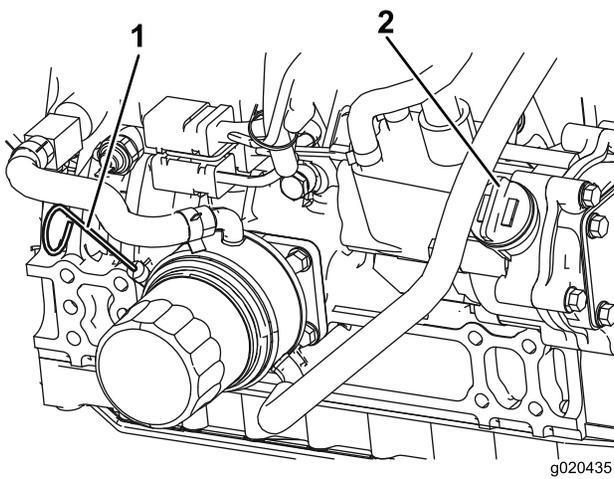

Figure 23
Le niveau d'huile doit se situer dans la plage de sécurité (Figure 23).
4. Si le niveau d'huile ne se situe pas dans la plage de sécurité, enlevez le bouchon de remplissage (Figure 23) et faites l'appoint jusqu'à ce que le niveau correct soit atteint. **Ne remplissez pas excessivement.**